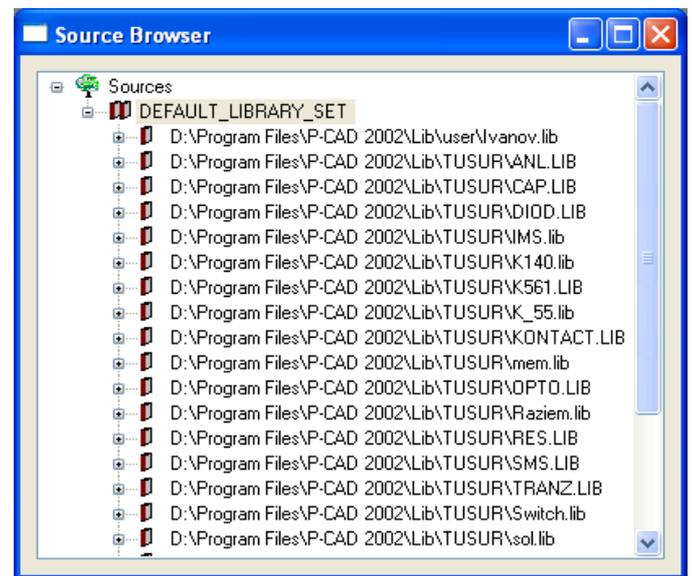

Рис. 3.5 - Добавление библиотек в группу **DEFAULT_LIBRARY_SET**
- Аналогичным образом добавьте в группу **DEFAULT_LIBRARY_SET** и все библиотеки дискретных элементов российского производства из каталога (... \Program Files\P-CAD \Lib \Tusur) (см. рис. 3.5).